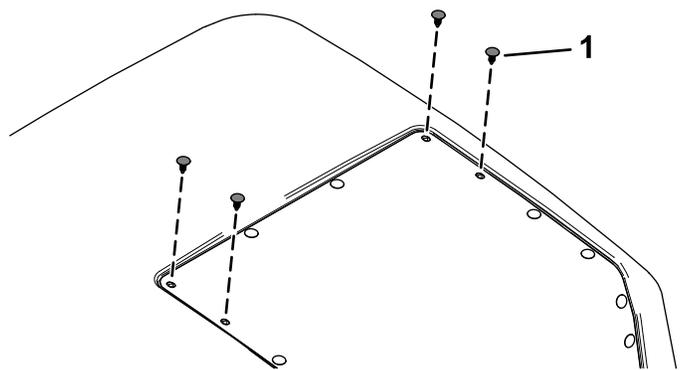

Figure 23
9. Retirez les 4 obturateurs en plastique du capot, comme montré à la Figure 23.